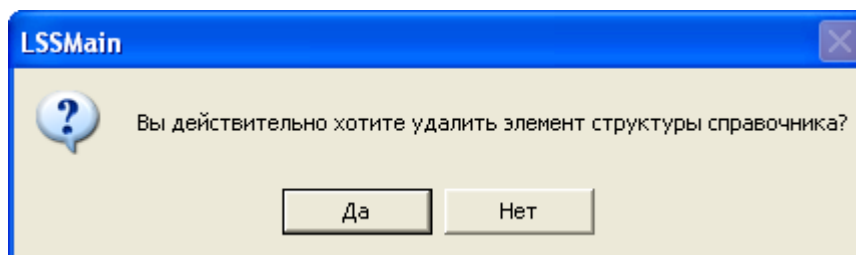

Рис. 4-32
3. В появившемся окне подтвердите удаление выбранного раздела (рис. 4-32).